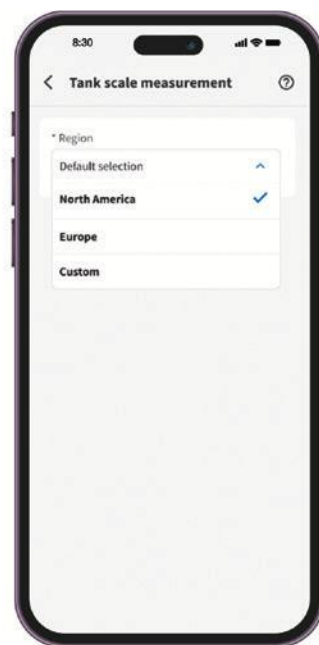

Abb. 12
- Öffnen Sie die Napoleon® Home App und gehen Sie zum Bereich „Flaschenwaage“ (**Abb. 12**).